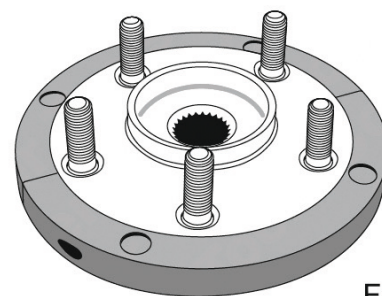
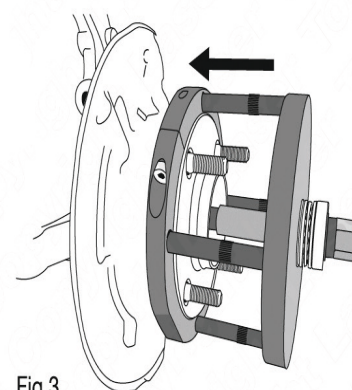

Fig 2
Fig 3
- Reportez-vous à la fig. 2 : Montez les demi-colliers de montage (A) sur le nouveau roulement/la nouvelle bride et immobilisez avec les vis de fixation (D) fournies.
- Montez les quatre broches de force (E) sur la plaque de pression (B). Le joint torique caoutchouc sur la broche de force va l'immobiliser dans la cavité de la plaque de pression.
- Reportez-vous à la fig. 3 : Amenez le montage plaque de pression/broche sur les demi-colliers, et mettez en place la vis de force centrale à travers le montage plaque de pression/broche.